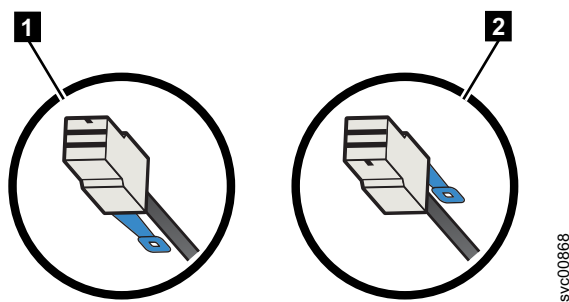

图 112. SAS 电缆接口方向
- 对于 Storwize V5000 Gen2 控制机柜和 2145-24F 或 2145-12F 扩展机架，蓝色拉片必须在电缆下方（图 112 中的 **1**）。
- 对于 2077-92F 机柜，蓝色拉片必须在接口上方（图 112中的 **2**）。